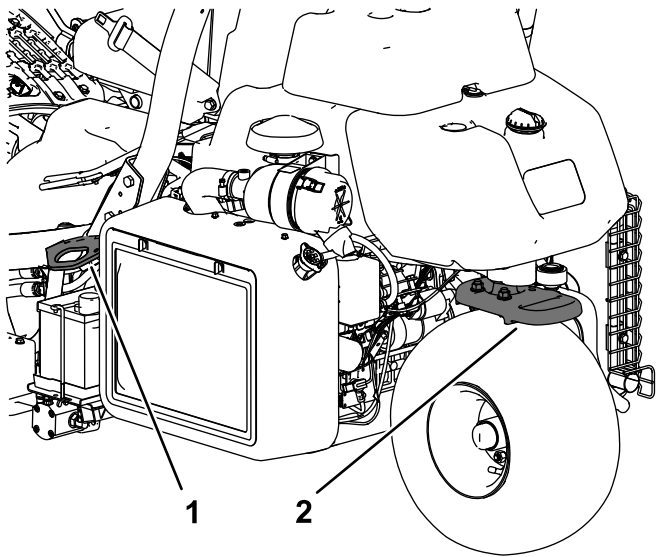

Figure 36
- Arrimez solidement la machine au moyen de sangles, chaînes, câbles ou cordes. Les sangles avant et arrière doivent être dirigées vers le bas et l'extérieur de la machine (Figure 36).